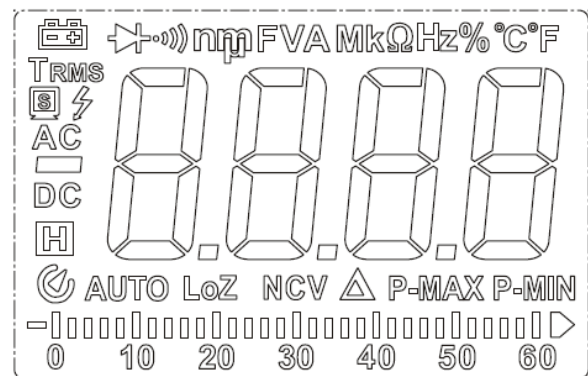

Рисунок 2. Дисплей моделей UT61B+/UT61D+
6. Жидкокристаллический дисплей (см. рис. 2, 3)